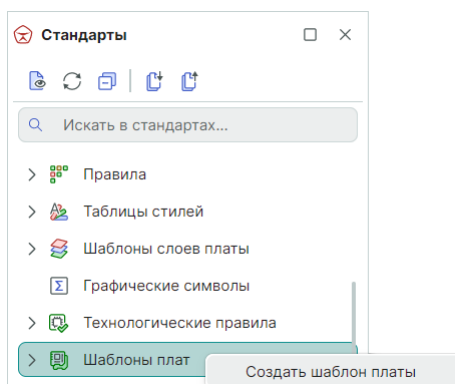

Рис. 156 Создание шаблона платы
2. Вызовите контекстное меню и выберите команду «Создать шаблон платы», см. Рис. 156.